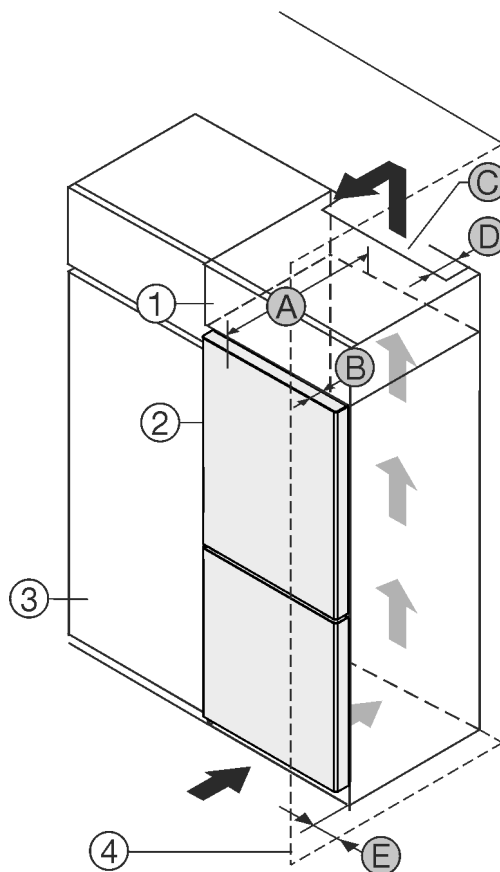

Fig. 1
- (1) Viseći ormar
- (2) Uređaj
- (3) Kuhinjski ormar
- (4) Zid
- (B) Dubina vrata
- (C) Ventilacijski presjek
- (D) Udaljenost od stražnje strane uređaja
- (E) Udaljenost od bočne strane uređaja
- (A) Dubina uređaja
Uređaj možete postaviti neposredno pored kuhinjskog ormara Fig. 1 (3).
Na stražnjoj strani visećeg ormara treba postojati otvor za odzračivanje dubine Fig. 1 (D) po cijeloj širini visećeg ormara. Ispod stropa prostorije treba poštovati ventilacijski presjek Fig. 1 (C).
Kada se uređaj postavlja s okovima pored zida Fig. 1 (4), razmak između uređaja i zida mora iznositi najmanje 13 mm.
Kada se uređaj postavlja s okovima pored zida Fig. 1 (4), razmak između uređaja i zida mora iznositi najmanje 20 mm.
Kako biste vrata mogli potpuno otvoriti, uređaj mora biti za dubinu vrata Fig. 1 (B) ispred u odnosu na prednjicu kuhinjskog ormara. Ovisno o dubini kuhinjskih elemenata Fig. 1 (3) i uporabi zidnih odstoynika, uređaj može i dalje stršati.